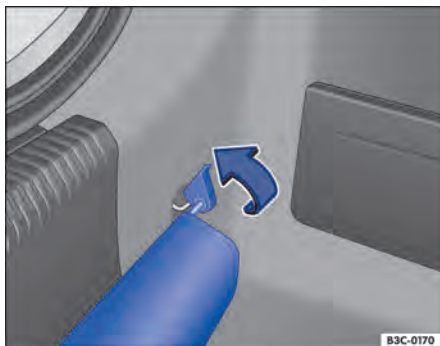

Fig. 112 No compartimento de bagagem: ponto de fixação para o pano de proteção do para-choque traseiro.
- Pressionar o suporte do pano de proteção por baixo sobre os olhais de amarração traseiros à direita e à esquerda ⇒ **Fig. 112** (seta). Para isso, possivelmente será necessário aplicar uma força maior.